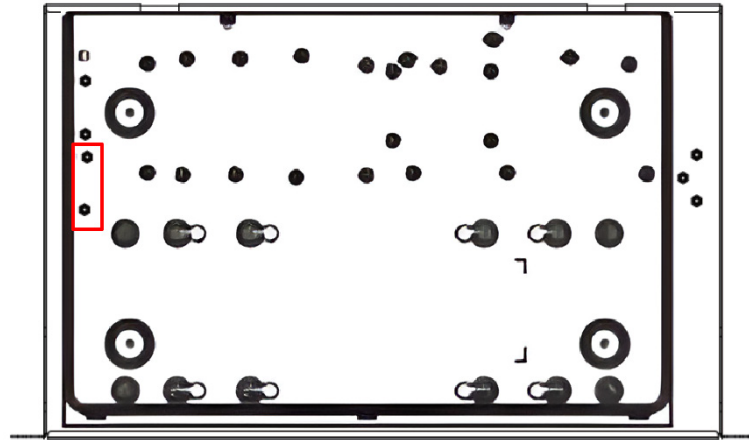

Рисунок 5.8 – Монтаж. Тип В
5. С помощью двух винтов M2,5, из комплекта поставки кронштейна, зафиксируйте видеорегистратор на кронштейне (Рисунок 5.8).